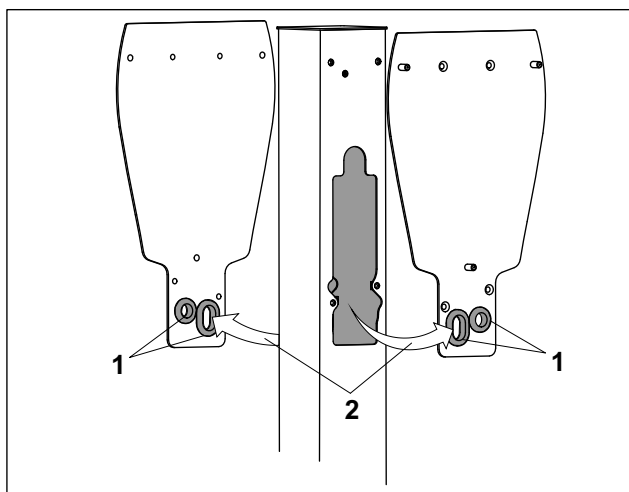

Abb. 3 Kabeleinführung in die Adapterplatten
1. Die beiliegenden Adapterplatten besitzen getrennte Kabeldurchführungen für die leistungsführenden Kabel sowie die Daten führenden Kabel. Befestigen Sie jeweils die im Beipack enthaltenen, passenden Durchführungsstüben (Abb. 3/1) an den Kabelausführungsöffnungen der Adapterplatten. Wenn keine Datenkabel verwendet werden, müssen die entsprechenden Kabelausführungsöffnungen mit den beiliegenden Abdeckelementen verschlossen werden.
2. Führen Sie die Kabel aus der Stele heraus (Abb. 3/2) durch die entsprechenden Kabelöffnungen in der jeweiligen Adapterplatte.